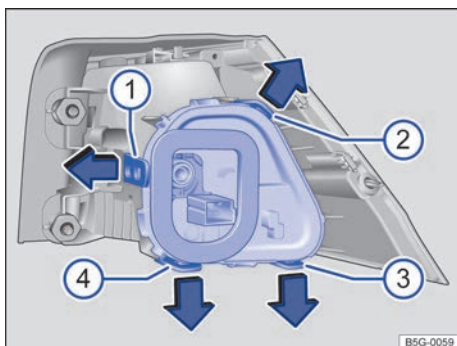

Fig. 229 Grupo óptico trasero en la carrocería: desmontaje del portalámparas. ① a ④ pestañas de bloqueo.
7.	Para desbloquear el portalámparas, presione las pestañas de bloqueo ⇒ fig. 229 ① a ④ en el sentido de las flechas.